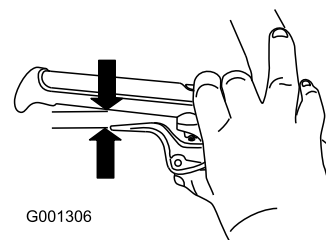

Bild 10
5. Drücken Sie den Griff ganz durch. Prüfen Sie dann den Abstand, der zwischen der Unterseite des Holms und dem Radkuppungshebelende besteht (Bild 10).